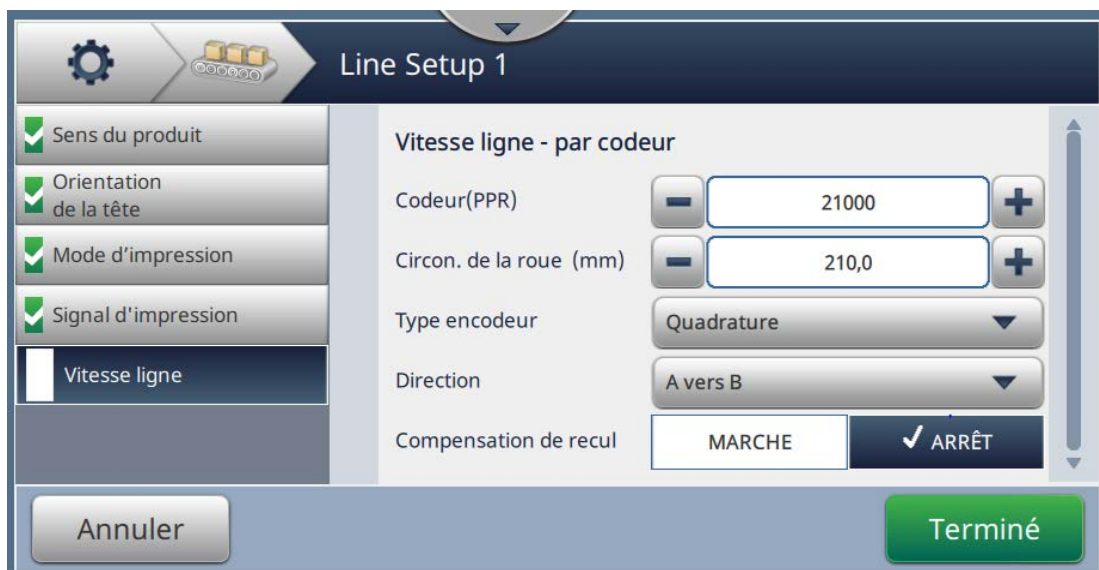

Figure 6-37 : Vitesse de ligne - Mesuré par Codeur à axe
2. Modifiez les paramètres nécessaires dans l'écran Paramètres comme illustré dans Figure 6-37.